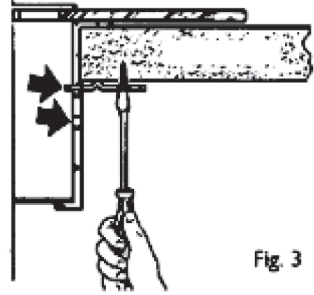

Fig. 3
- Asegure el soporte atornillándolo a la cubierta de su cocina con las pijas que se incluyen (Fig.3).